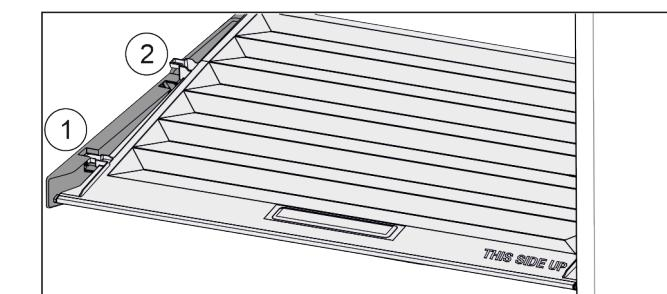

Fig. 26
- Veko potiahnite dopredu až k otvoru v prídržných dieloch Fig. 26 (1).
- Vzadu ho nadvihnite zospodu a zložte smerom nahor Fig. 26 (2).